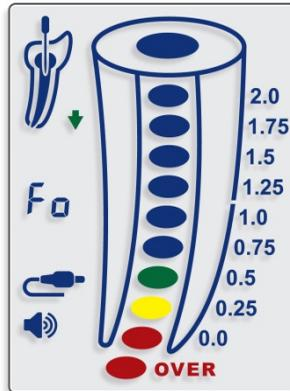

Fig. 11
- 5.4.9 En cas de sur-instrumentation, l'indicateur rouge **OVER** s'allume accompagné de bips d'alarme. La valeur « Fo » indique la « sur-instrumentation du foramen » et s'affiche dans le champ numérique (fig. 11).